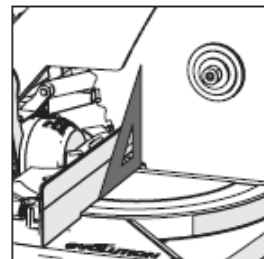

Рис. 9
- Приложите угольник одной короткой стороной к столу, а второй короткой стороной к пильному диску (не попадите на вершины зубьев ТСТ) (Рис. 9).